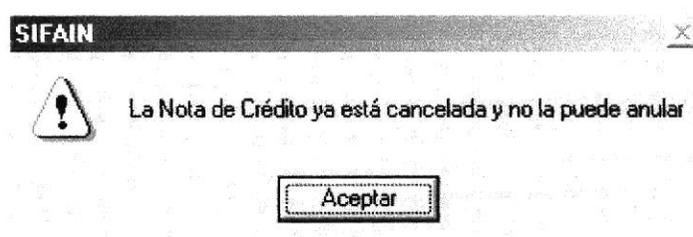

Figura 8.39 Mensaje de información de Notas de Crédito
4. En el caso que la Factura o Nota de Venta a la que se realizó la Nota de Crédito ya esté Cancelada aparecerá el mensaje de la figura 8.39, y no se podrá anular la Nota de Crédito.